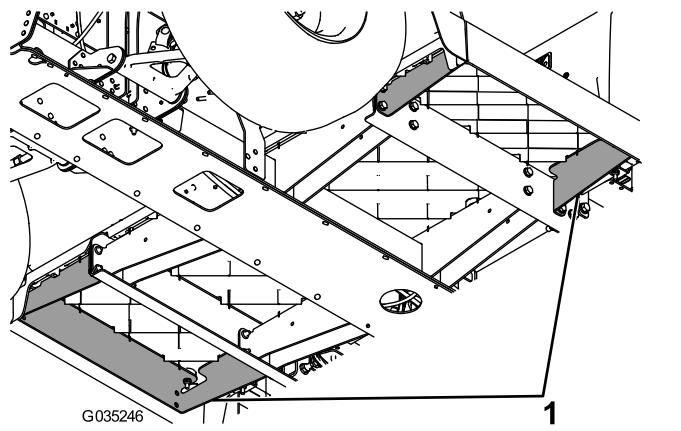

Figure 4
- Déposez l'un des supports existants du panneau de plancher (Figure 4).
- Déposez le ressort la jambe élastique (Figure 4).